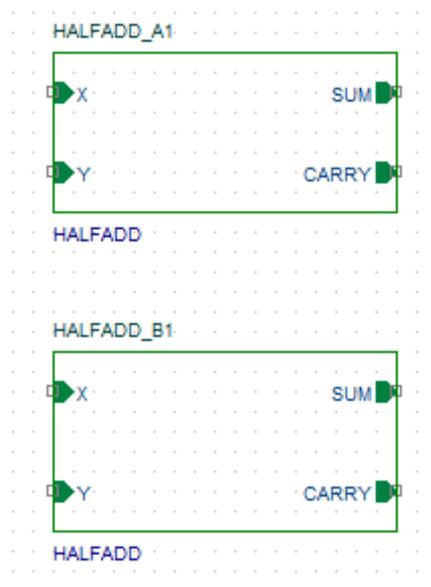

Рис. 8.24. Установка второго иерархического блока
2.7. Поместите другой иерархический блок с Implementation Type как HALFADD. Простейший способ сделать это - скопировать существующий иерархический блок и вставить его на страницу схемы. По умолчанию опорное название второго иерархического блока HALFADD_A2. Измените этого название на HALFADD_B1 (рис. 8.24).